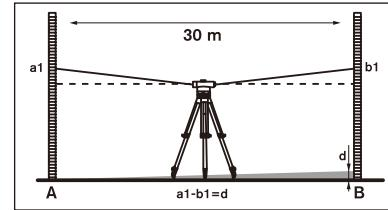

图10
1. 检查时必须找一段30米长的测量距离。把仪器放置在中间位置，在测量的两端分别放置水准尺A和水准尺B。（图10）